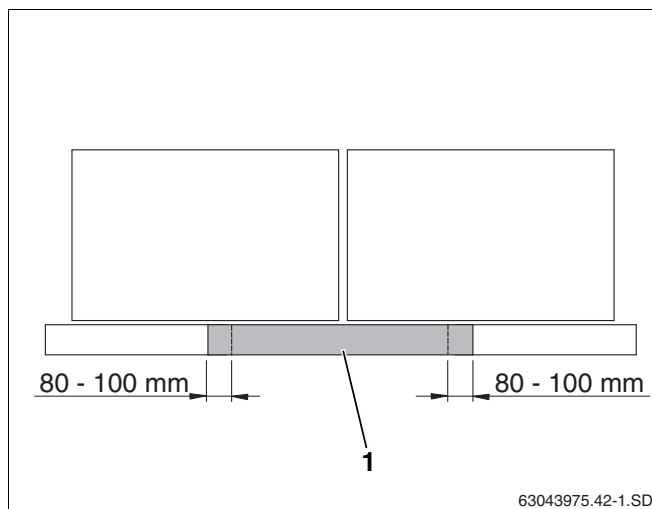

Fig. 45 Posicionamento da chapa de cobertura central no caso de colectores horizontais
No caso de colectores horizontais são necessárias chapas de cobertura centrais inferiores (fig. 45, **item 1**) já no caso de dois colectores. Estas devem estar sobrepostas 80 – 100 mm.